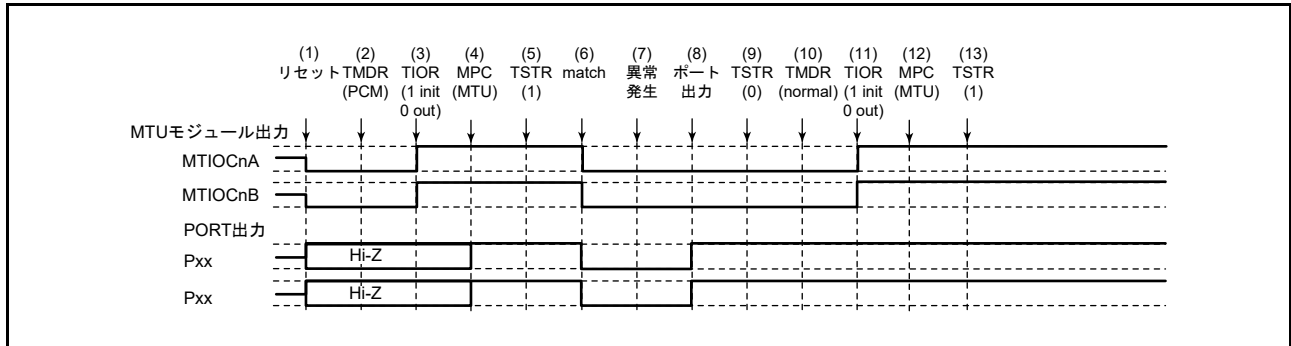

図 20.170 位相計数モードで異常が発生し、ノーマルモードで復帰する場合
位相計数モードで異常が発生し、再設定後ノーマルモードで再スタートする場合の説明図を図 20.170 に示します。
- (1) ~ (9) は図 20.170 と共通です。
- (10) PWM モード1を設定します。
- (11) TIOR レジスタで端子を初期化してください (PWM モード1では MTIOCnB (MTIOCnD) 端子に波形が出力されません。出力すべきレベルがある場合は、I/O ポートのポート方向レジスタ (PDR)、ポート出力データレジスタ (PODR) で汎用出力ポートの設定をしてください)。
- (12) MPC と I/O ポートのポートモードレジスタ (PMR) で MTU 出力としてください。
- (13) TSTRA レジスタで再スタートします。
(19) 位相計数モードで動作中に異常が発生し、PWM モード2で再スタートする場合の動作
- (10) PWM モード2 を設定します。
- (11) TIOR レジスタで端子を初期化してください (PWM モード2 では周期レジスタに使用した TGR レジスタに対応する端子に波形が出力されません。出力すべきレベルがある場合は、I/O ポートのポート方向レジスタ (PDR)、ポート出力データレジスタ (PODR) で汎用出力ポートの設定をしてください)。
- (13) TSTR レジスタで再スタートします。
(20) 位相計数モードで動作中に異常が発生し、位相計数モードで再スタートする場合の動作
(1) ~ (9) は図 20.170 と共通です。
(10) 位相計数モードで再スタートする場合には必要ありません。
(11) TIOR レジスタで端子を初期化してください。
(12) MPC と I/O ポートのポートモードレジスタ (PMR) で MTU 出力としてください。
(13) TSTRA レジスタで再スタートします。
(21) 相補 PWM モードで動作中に異常が発生し、ノーマルモードで再スタートする場合の動作